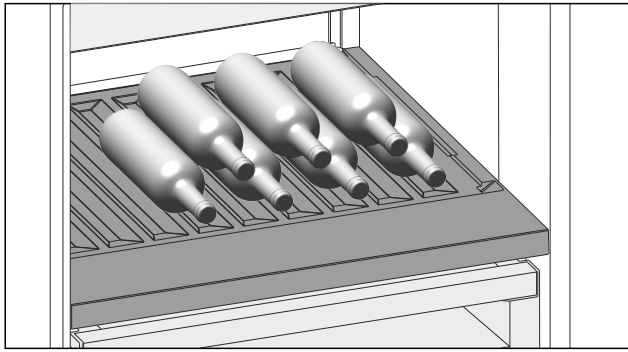

Fig. 79
- Flaschen mit dem Boden nach hinten zur Rückwand einlegen. (siehe Fig. 79)